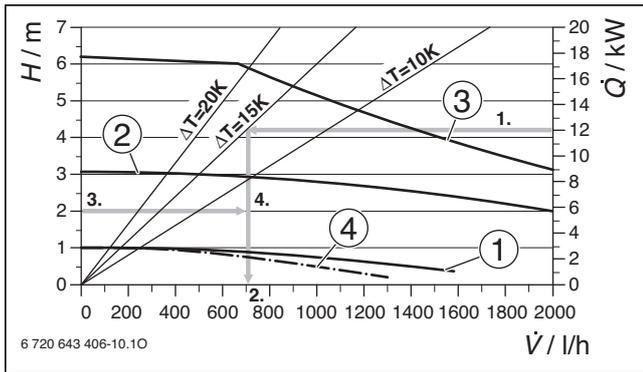

Bild 79 Pumpenkennlinien
Gefordert ist eine maximale Heizleistung von z. B. 12 kW bei einer Temperaturspreizung von  $\Delta T = 15$  K (Auslegung 50 °C/35 °C). Aus Bild 79 ergibt sich eine zugehörige Heizwassermenge von 700 l/h (1. und 2. in Bild 79). Der überschlägige Druckverlust1) beträgt 200 mbar (3. in Bild 79). Es muss demzufolge Pumpenstufe 2 eingestellt werden (4. in Bild 79).
**Legende zu Bild 79 und 80:**